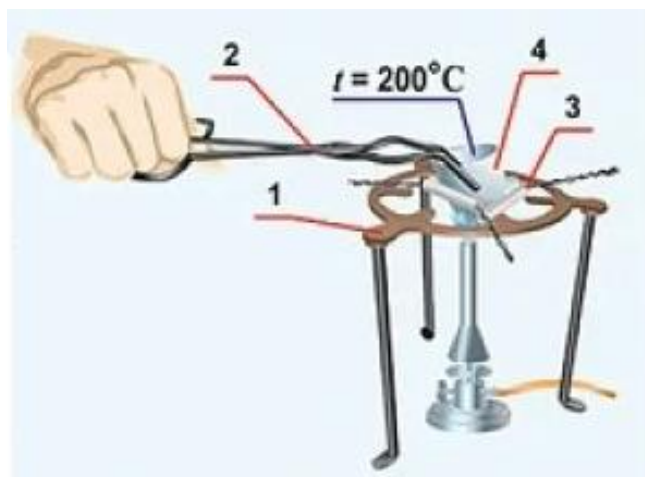

Рис. 14. Прокаливание тигля:
**Нагревание тиглей.** В зависимости от температуры используют различные способы нагревания тиглей. Для прокаливания веществ в тигле без контроля температуры используют газовую горелку. Температура тигля при этом не превышает 400 °С. До более высоких температур до 600 °С тигель можно нагреть паяльной горелкой. Тигель 4 помещают в фарфоровый треугольник 3, установленный на треноге 1 (рис. 14). О примерной температуре тигля можно судить по его свечению: 500-600 °С – темно-красное свечение, 600-800 °С – вишнево-красное свечение, 800-1000 °С – желтое свечение.